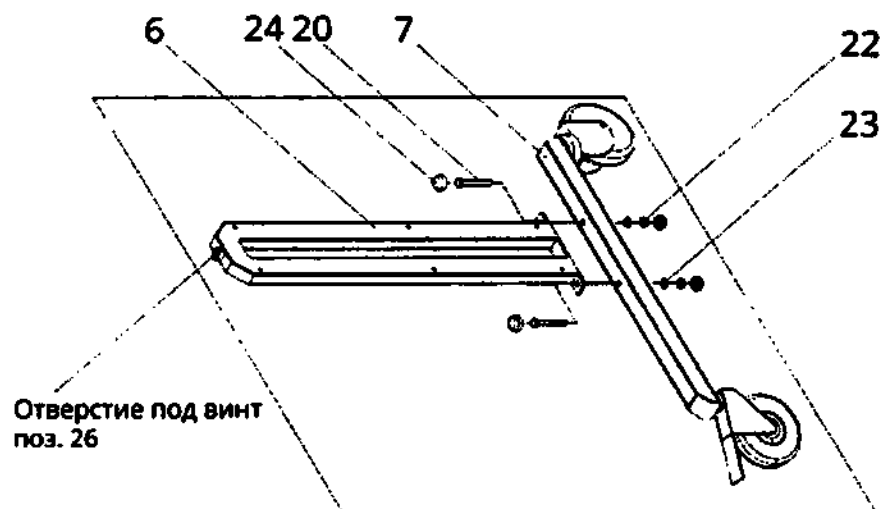
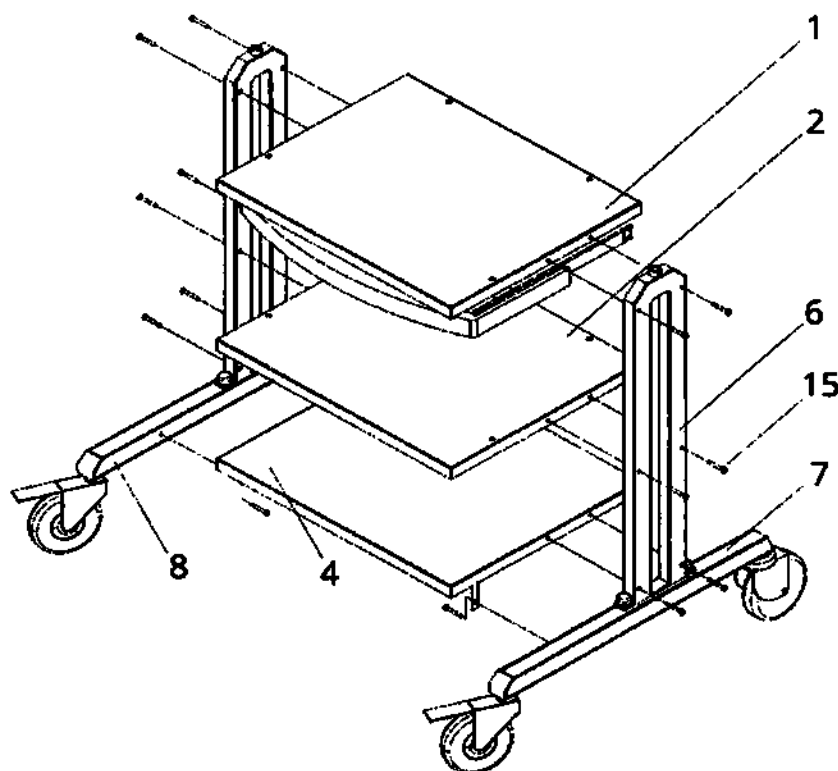

Рис. 5. Установка опорных планок к боковым стойкам
Рис. 6. Установка полок
3. Уложите на горизонтальную поверхность опорные планки (поз. 7 и 8 в табл. 1 и на рис. 5) так, чтобы отверстие для крепления уха нижней полки (поз. 4 в табл. 1 и на рис. 6) располагалось снизу. Уложите на горизонтальную поверхность боковые стойки (поз. 6 в табл. 1 и на рис. 5) так, чтобы отверстие под винт (поз. 26 в табл. 1 и на рис. 5) находилось сверху. Крепите боковые стойки к опорным планкам болтами М8×55 (поз. 20 в табл. 1 и на рис. 5) с шайбами (поз. 23 в табл. 1 и на рис. 5) и гайками (поз. 22 в табл. 1 и на рис. 5). После затяжки болтов установите на их шляпки и на гайки колпачки (поз. 24 в табл. 1 и на рис. 5).
4. Установите последовательно полки (поз. 4, 2 и 1 в табл. 1 и на рис. 6) на полученные стойки (поз. 6, 7 и 8 в табл. 1 и на рис. 6) и закрепите винтами М5×35 (поз. 15 в табл. 1 и на рис. 6). Винты до конца не затягивайте.